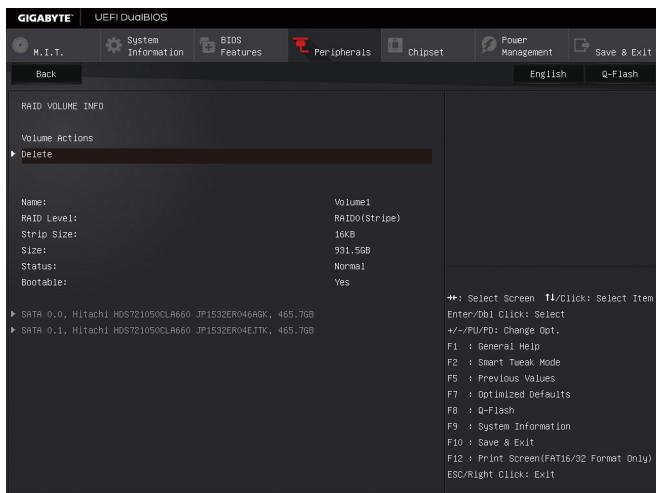

图7
完成后画面将恢复「Intel(R) Rapid Storage Technology」画面，即可在「RAID Volumes」处看到建立好的磁盘阵列。若要检视更详细的数据，可在该磁盘阵列上按<Enter>键，即可看到例如磁盘阵列模式、区域大小、磁盘阵列名称及磁盘阵列容量等信息(图7)。